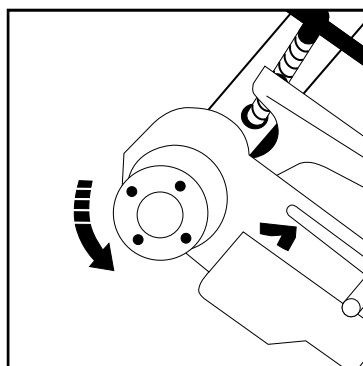

Рис. 5
5.5 После нарезания резьбы выключить клупп, освободить с помощью винтового прижима стружину 1, перевести рычаг 8 в положение обратного (левого) вращения (при этом необходимо, надавливая на рычаг переключателя 8, покачать клупп вверх-вниз), рис. 5 и, после переключения рычага, крепко удерживая, включить клупп для свинчивания головки с нарезанной резьбы.